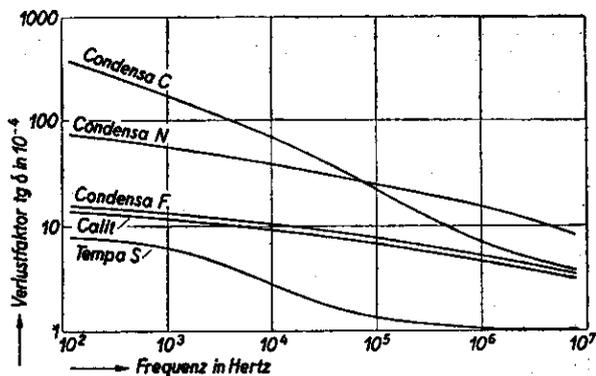

Abbildung 2
**FREQUENZ-ABHÄNGIGKEIT DER VERLUSTFAKTOREN.** Wie sich aus Abb. 2 ergibt, sind unsere keramischen Kondensatoren, namentlich solche aus Tempa S, Calit und Condensa F, im eigentlichen Hochfrequenzbereich nur sehr wenig frequenzabhängig.